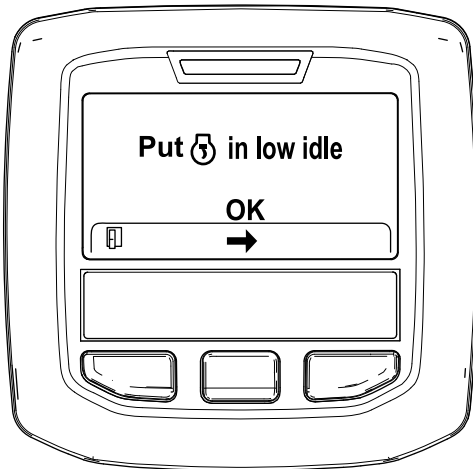

Figura 51
6. Mova o controle da aceleração para RALENTI BAIXO e prima o botão central (Figura 51).